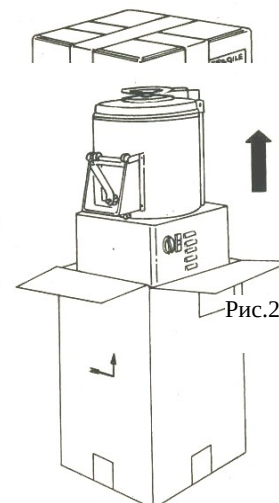

Рис.2
Картофелечистка P.S.P 700 перевозится в картонной коробке (1) в соответствии с рис.2 и тщательно проклеивается клейко лентой.
В процессе перевозки коробка должна находиться в положении, которое указано стрелкой на боковой стороне коробки рис.2,3.